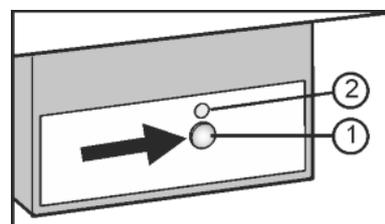

Fig. 18
- ▶ Nacisnąć przycisk On/Off Fig. 18 (1), aż zaświeci LED Fig. 18 (2).